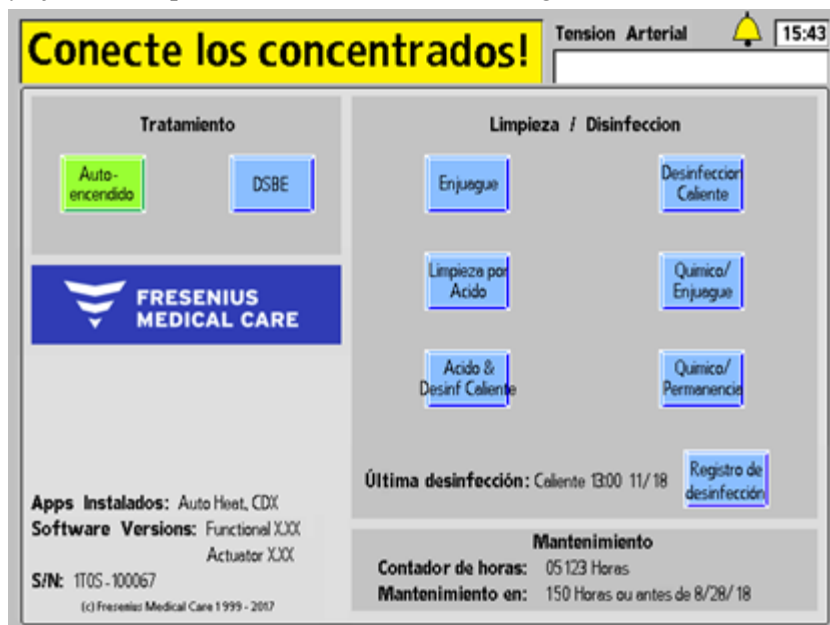

Figura 24 – El programa de encendido automático está esperando la conexión del concentrado
- ✓ El conector de concentrado de ácido rojo está conectado en el suministro central de ácido o en un recipiente que contenga suficiente concentrado de ácido para todo el tratamiento; Si el conector sigue conectado en su puerto, el botón **Auto-encendido** estará en verde y se mostrará el mensaje “Conecte los concentrados” en el cuadro de estado, tal lo indicado en la Figura 24 más arriba. Una vez que se retira el conector del puerto, la máquina esperará hasta 7 minutos que se estabilice la conductividad y la temperatura del dializante. Si esto no sucede, se cancelará la prueba automática que deberá ejecutarse en forma manual.